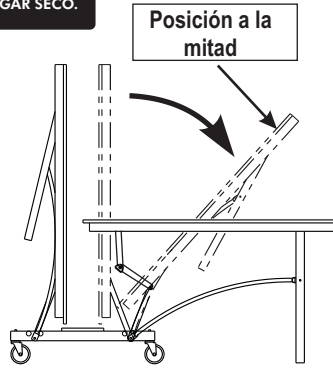

Figura 7A
- Sostenga la orilla de arriba. Cuidadosamente jale hacia afuera hasta la posición media. Continúe jalando hasta que se desenganche del clip de plástico y las patas se apoyen sobre el piso. Ver Figura 7A. Asegure las bisagras como se muestra en la Figura 7B. No dejar la mesa parcialmente abierta en la posición media.